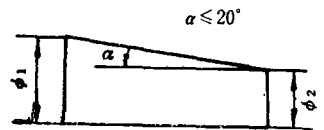

图2 泵吸口过渡段结构示意图
(6) 如果吸水管直径大于泵吸口直径，则可采取图2所示的偏心锥管连接法，并使倾斜的母线在上方。